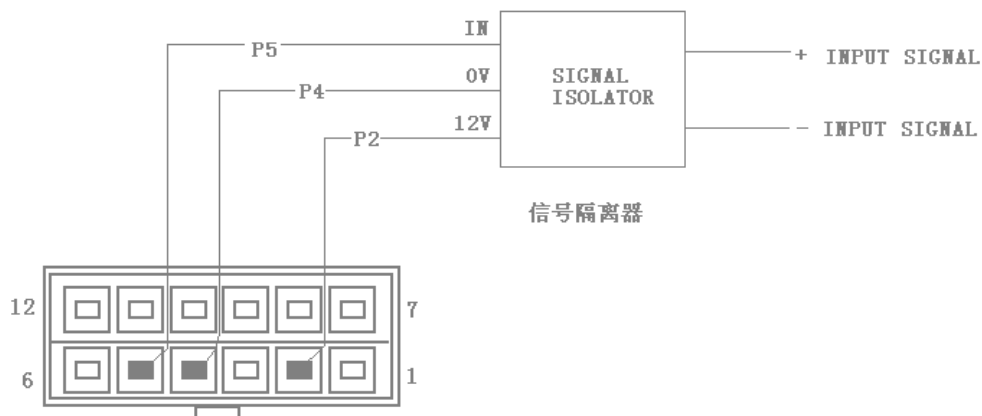

图 7
2、信号隔离器式速度调节与控制器的接线（见图 7）。
使用速度调节信号隔离器按照图 7 所示，在 P2, P4, P5, 端子之间连接上信号隔离器。